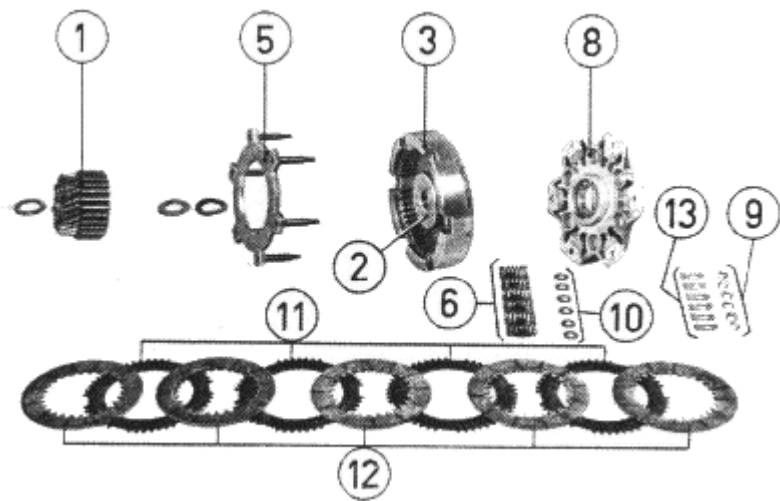

Bild 21. Kupplung zerlegt (verschweißte Ausführung)
Sicherungsblechen entfernt werden. Nach dem Herunternehmen der Knebelmutter (7) kann die Kupplung in ihre Einzelteile (Bild 21) zerlegt werden. Die Verschleißuntersuchung wird im Abschnitt 3.4.1. behandelt.